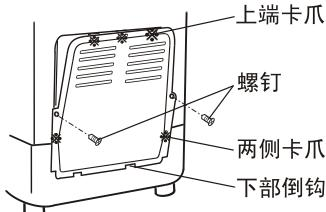

图4
4. 安装后盖,先将后盖的下部倒钩挂在箱体上,再将两侧及上端卡爪(标“\*”处)自下而上依次接入,使其恢复原位,注意不可用力过猛,再将螺钉(2处)拧紧。(如图4所示)